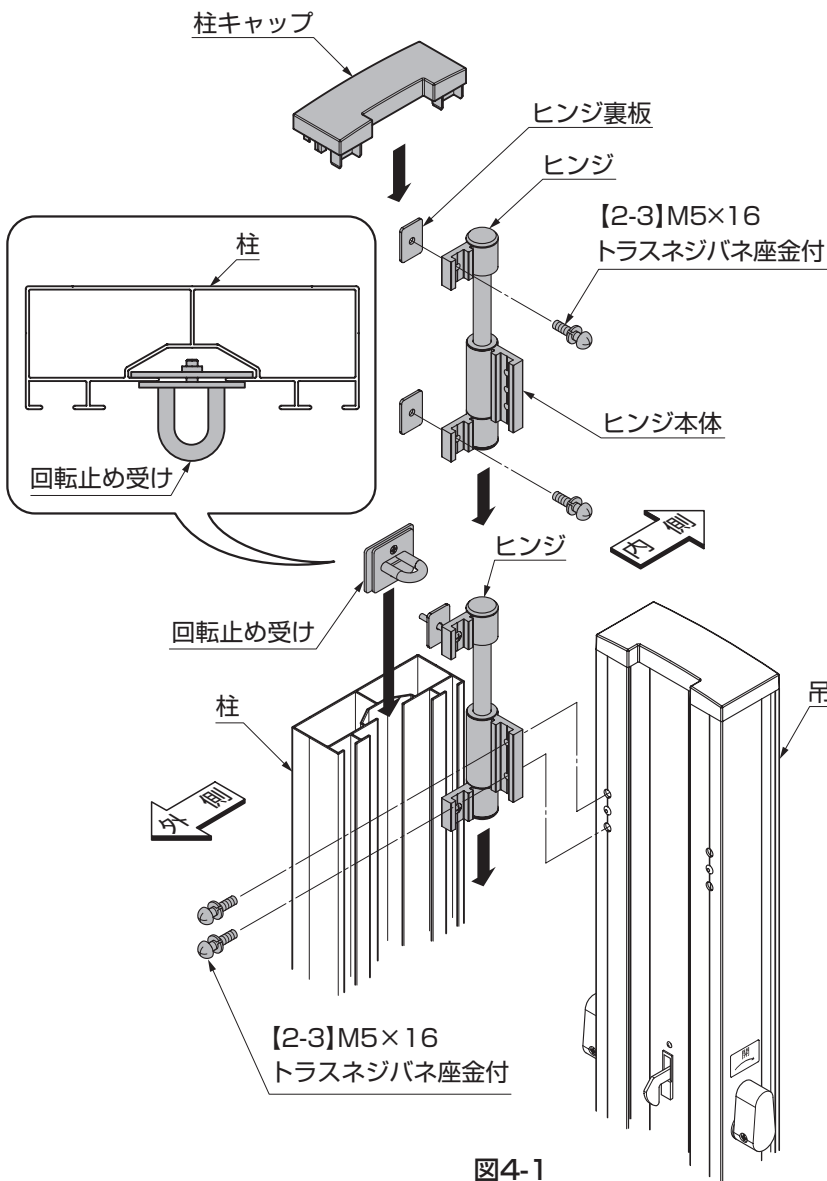

図4-1
- ① 柱の内側のスリット部分にヒンジを2個挿入後、ヒンジを吊元框に固定してください。(図4-1参照)
- ② 柱の上端と框の上端を合わせて柱に【2-3】で固定してください。(図4-1参照)
- ③ 回転止め受けのネジをゆるめ、柱のスリット部分に上部から差込んで取付けてください。(図4-1参照)
- ⑤ 柱キャップを組込んでください。(図4-1参照)